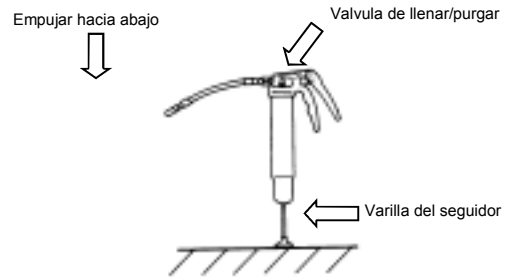

Fig 5
3) Apoye la manija de la varilla del seguidor sobre una superficie plana, empuje el engrasador con firmeza (fig 5). Saldrá un poco de grasa antes de que se purgue el aire.